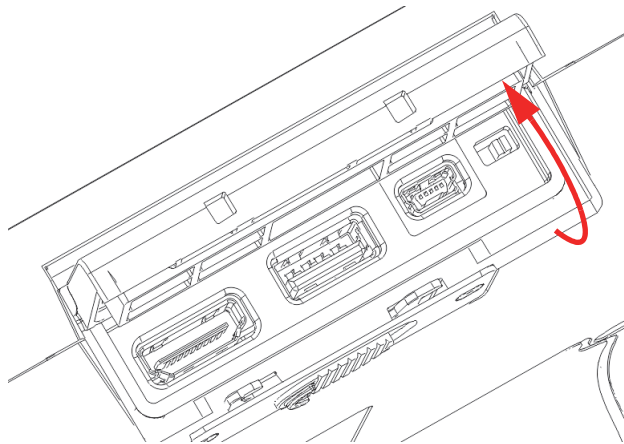

Abbildung 3-4 Datenport – geöffnete Abdeckung
2. Klappen Sie die Abdeckung vollständig nach oben (siehe Abbildung 3-4 auf Seite 44).